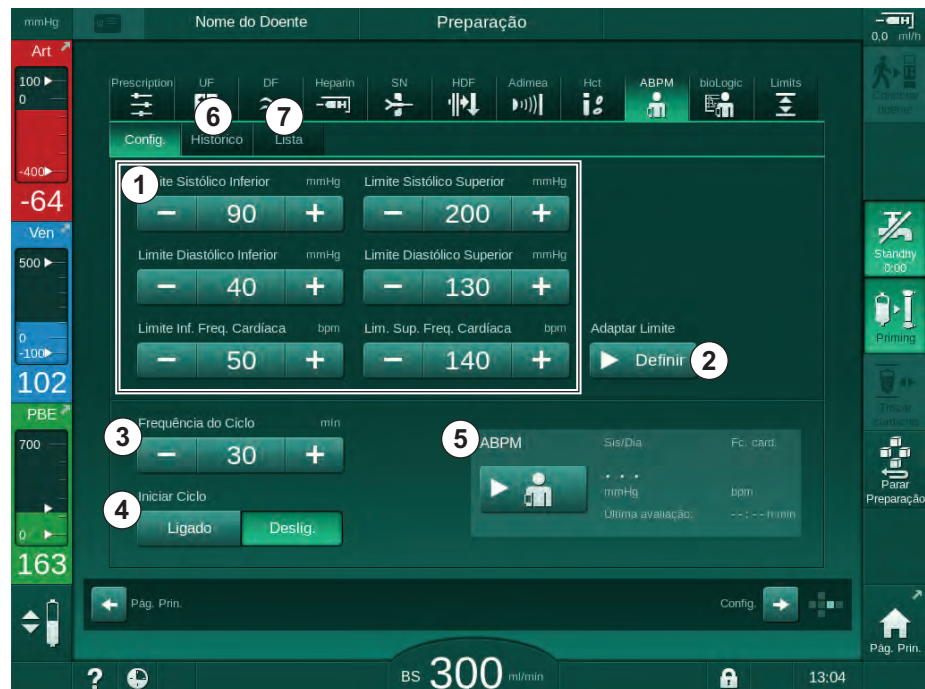

Fig. 11-8 Parâmetros ABPM no ecrã *Entrada*
2. Para adaptar limites de alarme a valores aproximados da tensão arterial avaliada medida, toque em *Adaptar o Limite, Definir* (Fig. 11-8, ②).
1. Para ativar/desativar medições cíclicas na frequência da medição definida, selecione *Iniciar Ciclo, Ligado* (Fig. 11-8, ④).
2. Para definir a frequência da medição, selecione *Frequência do Ciclo* ③. Intervalo possível: 1 a 60 minutos.
Toque em *Iniciar* na caixa do grupo *Definições ABPM* no ecrã *Entrada* (Fig. 11-8 Parâmetros ABPM no ecrã Entrada (278), ⑤).